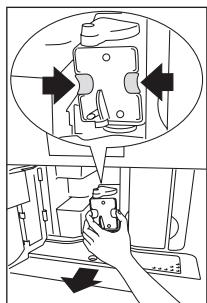

Abb. 39
- Drücken Sie die beiden roten Entriegelungstasten nach innen und ziehen Sie gleichzeitig die Brühgruppe heraus. (Abb. 39).